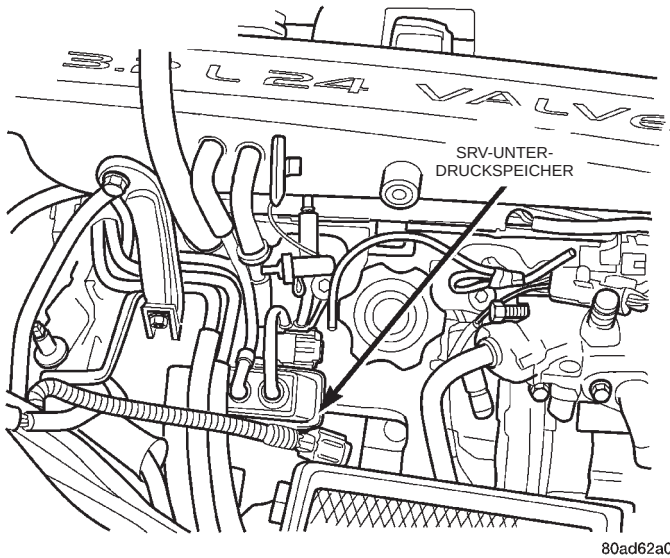

Abb. 56 Unterdruckspeicher
- (1) Das Minuskabel von der Batterie abklemmen.
- (2) Den Luftansaugschlauch, die Resonatorbox und das Oberteil des Ansaugluftfilters demontieren.
- (3) Die 3 Befestigungselemente vom Unterdruckspeicher demontieren (Abb. 56).
- (4) Den Steckverbinder abziehen.
- (5) Die Unterdruckschläuche abziehen.
- (6) Den Unterdruckspeicher ausbauen.